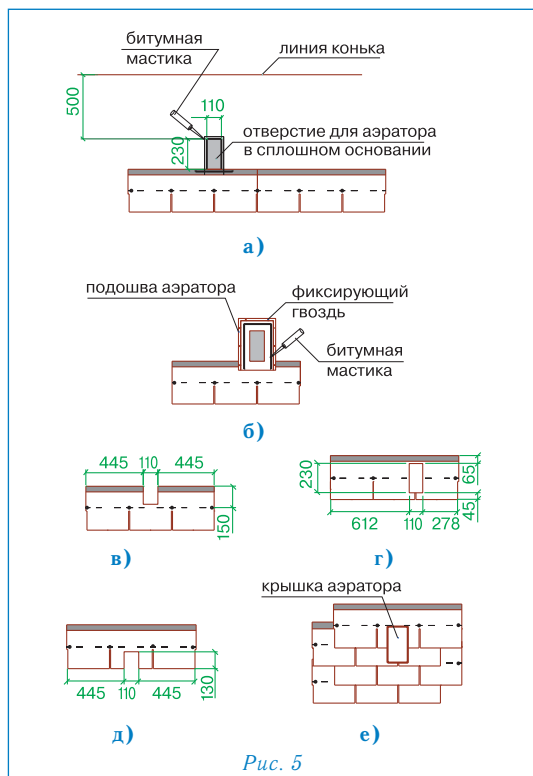

Рис. 5
### Установка аэратора (рис. 5)
- В сплошном основании кровли прорезается отверстие 110 × 230 мм, расположенное согласно рис. 5а;
- корпус аэратора устанавливается поверх отверстия и фиксируется гвоздями из нержавеющей стали; по верхней и боковым сторонам подошвы корпуса также наносится битумная мастика (рис. 5б);
- далее укладывается очередной ряд черепицы; подошва аэратора при этом закрывается листом ПРЕСТИЖ НОВЫЙ РИМ с заранее прорезанным в нем отверстием (рис. 5в);
- на корпус аэратора устанавливается крышка, которая фиксируется нажатием (до щелчка) (рис. 5г).
- при укладке последующих трех рядов черепицы подошва аэратора закрывается листами ПРЕСТИЖ ЭЛИТ с соответствующими прорезами (рис. 5е);
- на корпус аэратора устанавливается крышка, которая фиксируется нажатием (до щелчка) (рис. 5е).